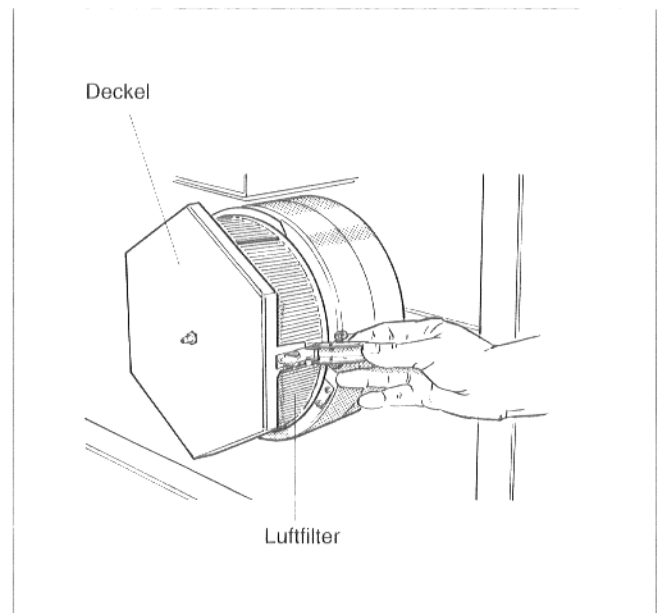

Abb. 9
- Spannverschluß lösen und Deckel abziehen (Abb.9).